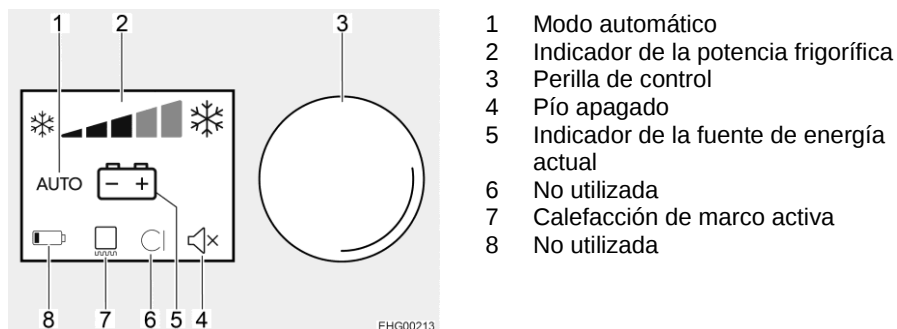

Fig. 187 Operación del frigorífico
Una vez conectado, el frigorífico selecciona automáticamente el ajuste medio del termostato. Este reajuste puede modificarse manualmente con la perilla de control (Fig. 187,3). Las barras (Fig. 187,2) indican el ajuste seleccionado del termostato. Pasan algunas horas hasta que el frigorífico alcanza la temperatura de servicio normal. Al conmutar el modo de funcionamiento se mantiene el ajuste del termostato. La temperatura de refrigeración se mantiene independientemente del tipo de energía.
En caso de alta temperatura exterior y un gran índice de humedad atmosférica, se pueden formar gotas de agua en el marco metálico del compartimento congelador. Por este motivo, el frigorífico está equipado con una calefacción de marco en el compartimento congelador. En caso de altas temperaturas y una alta humedad del aire, conectar la calefacción de marco. De esta manera se evita la corrosión. Si está conectada la calefacción de marco, estará encendido el símbolo de calefacción de marco (Fig. 187,7).
- Girar la perilla de control (Fig. 187,3) hasta que esté activa la línea inferior (menú de configuración).
- Pulsar la perilla de control (Fig. 187,3) por unos 2 segundos. El frigorífico se conectará con la configuración seleccionada más recientemente.
- Pulsar la perilla de control (Fig. 187,3) por unos 4 segundos. El frigorífico se desconectará, ya no estará encendido ningún visualizador.